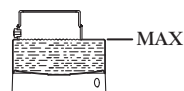

Fig. 4
- Ouvrez la cafetière en tournant le récipient supérieur vers la gauche (sens contraire des aiguilles d'une montre). Retirez le filtre-entonnoir et remplissez la chaudière d'eau froide jusqu'à environ 2-3 mm sous la soupape de sécurité. (fig. 4)